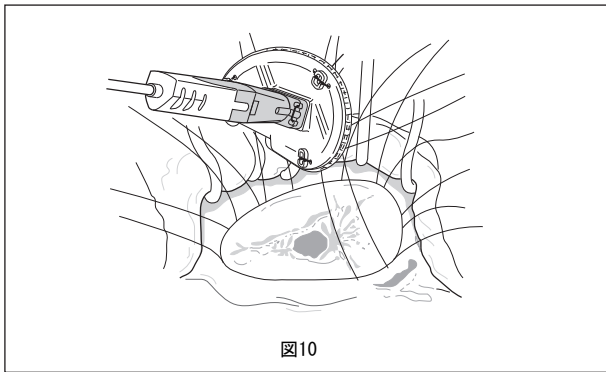

図10
2. 本品の縫着は、前尖部から中隔尖部の中心までの線維性の弁輪部分で結節マットレス（水平）縫合を用いて植え込みます（図10）。縫合糸は弁尖の機能を保つために弁尖基部から2mm外側に通します。三尖弁輪がよく見えるようにし、腱索を縫合糸で捕捉しないために、弁尖を傷つけないように、心房壁に対して垂直に丁寧に引っ張ります。弁輪に針を通すときはまず針を心室腔に向けて通し、その後心房に向けて通します。弁尖と対応するリングの位置関係を正確に保つようにします。